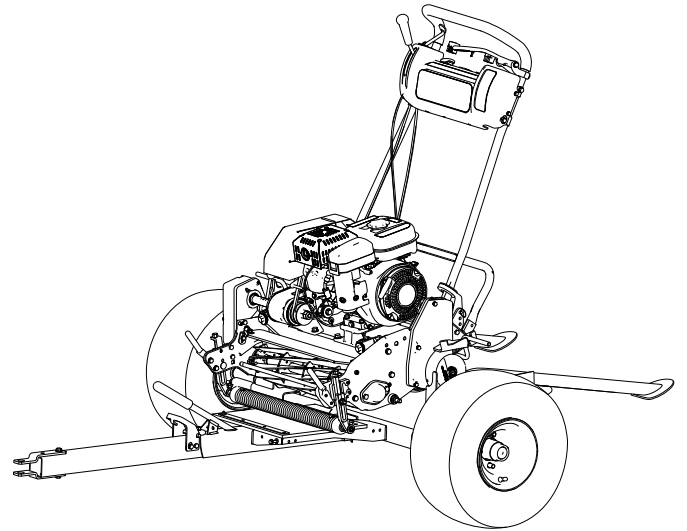

図 12
3. グリーンモアからバスケットを外し、リールドライブを解除し、スロットルを一番低い位置に設定する。ゆっくりと、グリーンモアをトレーラに上げ、ホイールをストップに当てる 図 12。
3. ホイールハブについているダストキャップを取り外す 図 12。
4. コッターピンとリテーナロックナットを外す 図 12。
5. アクスルから、ハブナット、スピンドルワッシャ、ハブアセンブリを外す 図 12。
3. 図 12のように、ハブアセンブリにベアリングカップとベアリングを取り付ける。
1. ハブアセンブリとスピンドルワッシャを 図 12のように取り付ける。